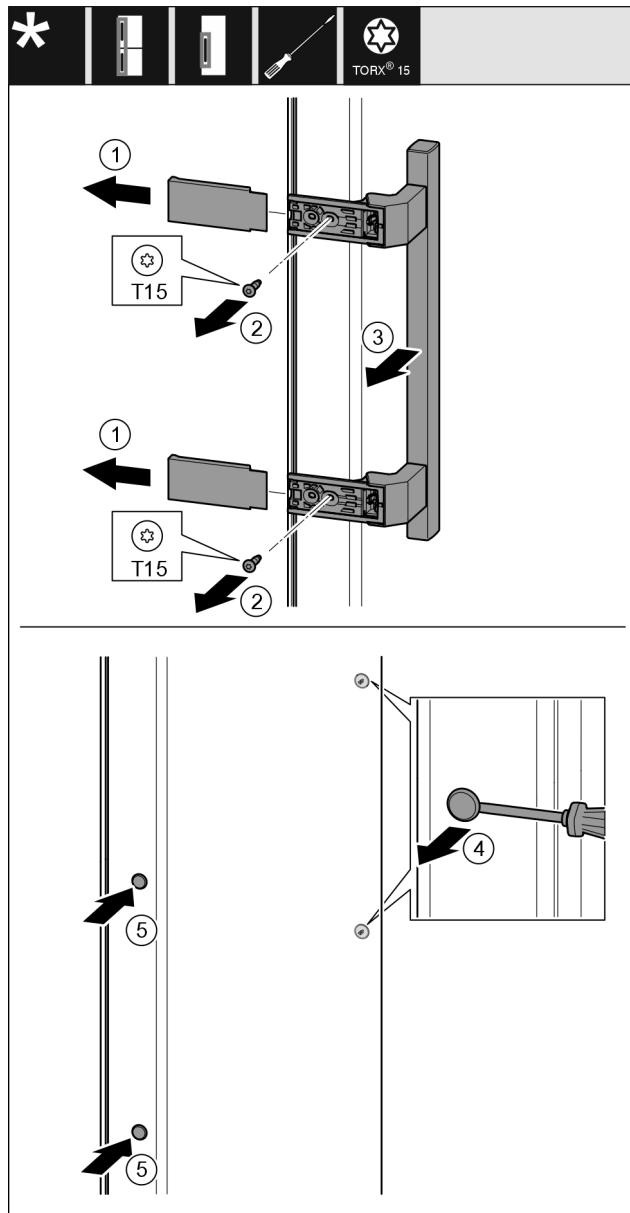

Fig. 32
- ▶ Stáhněte kryt Fig. 32 (1).
- ▶ Šroubovákem vyšroubujte šrouby Fig. 32 (2).
- ▶ Sejměte madlo Fig. 32 (3).
- ▶ Postranní zátku Fig. 32 (4) opatrně plochým šroubovákem nadzvedněte a vytáhněte.
- ▶ Zátku Fig. 32 (5) opět vložte na druhé straně.